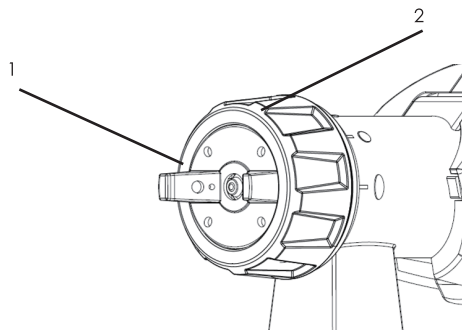

Abb.4
4) Passen Sie die erforderlichen Sprüheinstellungen an (Abb. 4)